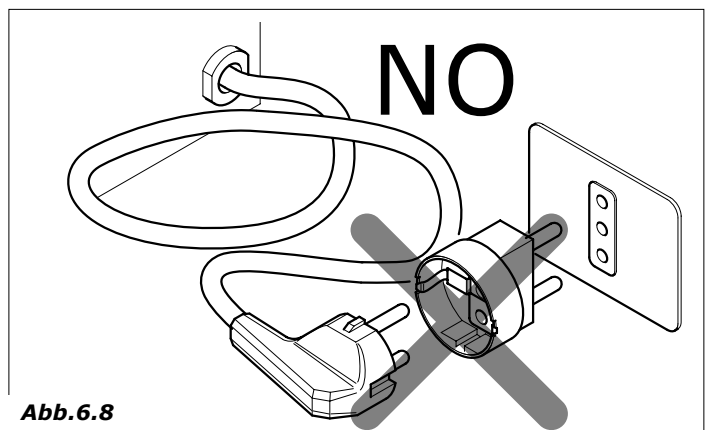

Abb. 6.8
- Für diesen Stecker nicht geeignete Steckdosen müssen ausgetauscht werden (Abb. 6.8).